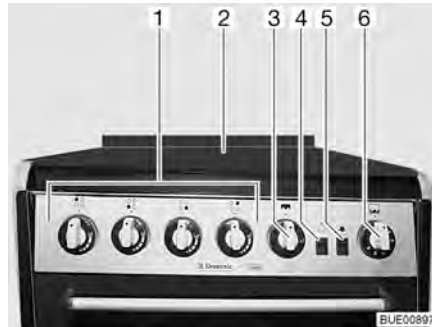

Fig. 151 Cocina de gas con horno y grill
- Abrir la tapa de la cocina de gas (Fig. 151,2).
- Girar el regulador giratorio (Fig. 151,1) correspondiente al quemador deseado a la posición de encendido (llama alta) y presionarlo.
- Presionar el botón de encendido (Fig. 151,5) tantas veces como sean necesarias hasta que arda la llama.
- ▷ Con el interruptor (Fig. 151,4) se conecta y desconecta la luz del horno.
- Presionar ligeramente el regulador giratorio (Fig. 151,3) y girarlo a la posición de encendido (llama alta).
- Presionar el botón de encendido (Fig. 151,5) hasta que arda la llama.
- Presionar el regulador giratorio (Fig. 151,6) ligeramente y girarlo a una posición de encendido entre 1 y 6.